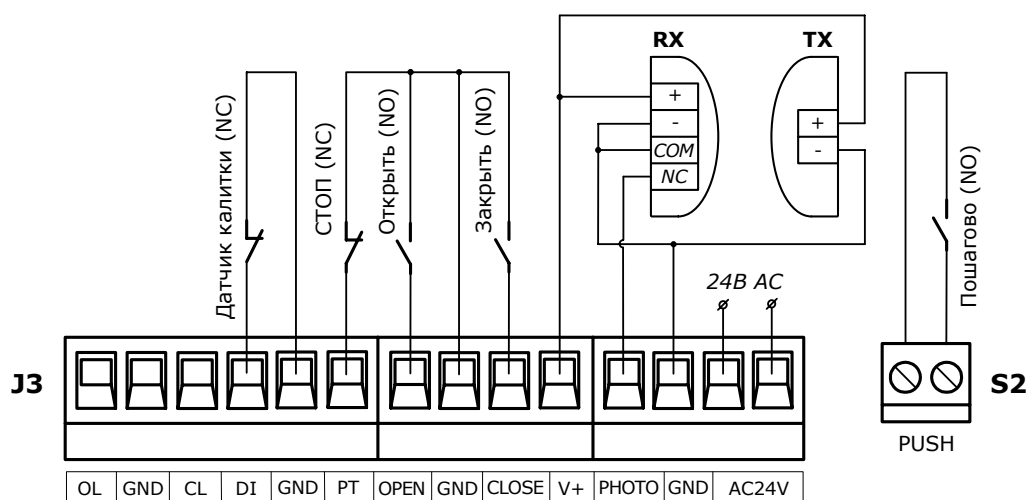

Рис. 8. Электрические подключения дополнительных устройств к блоку управления
Для управления открытием и закрытием ворот к модулю управления подключаются устройства с «нормально-открытым контактом» (Рис. 8): кнопки, выключатели и т.п. Управление от устройств подключенных к клеммам «OPEN» и «GND» осуществляется в последовательности «Открыть - Стоп - Открыть - Стоп...». Управление от устройств подключенных к клеммам «CLOSE» и «GND» осуществляется в последовательности «Заккрыть - Стоп - Заккрыть - Стоп...». Если для управления открытием или закрытием установлено несколько устройств, то они должны быть подключены параллельно.
Для немедленной остановки ворот при открытии или при открытии и закрытии к блоку управления привода могут быть подключены устройства с «нормально-закрытым контактом» (Рис. 8): датчик калитки и т.п. Подключение устройств безопасности при открытии и закрытии необходимо производить к клеммам «PT» и «GND». Подключение устройств безопасности при открытии необходимо производить к клеммам «DI» и «GND». Если в приводе установлено несколько устройств для немедленной остановки ворот, то они должны быть подключены последовательно.
К электронному модулю привода могут подключаться другие устройства, отличные от вышеуказанных, например, универсальный приемник радиоуправления и др. Данные устройства могут быть подключены к клеммам «AC24V» (Рис. 8), номинальное напряжение на которых 24В переменного тока. Максимальное значение тока для всех подключенных к клеммам «AC24V» устройств не должно превышать 200мА.
Ручной режим работы При включенном DIP-2 (ON) закрытие ворот осуществляется только при нажатии и удержании устройств управления. Команды от пультов радиоуправления и устройств, подключенных к разъему «PUSH» (Рис. 8), игнорируются. Заводская настройка DIP-2 - OFF.	ON  OFF